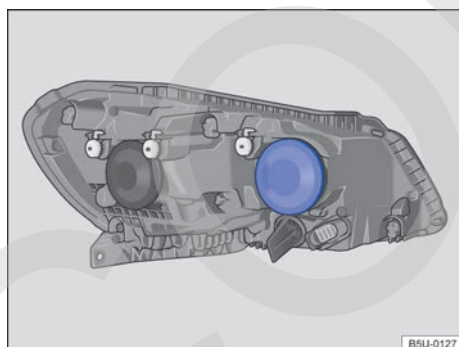

Fig. 187 En el compartimento del motor: ubicación de la lámpara incandescente del farol alto/de largo alcance y luz de posición.
3. Retirar la cubierta de goma en la parte trasera del farol ⇒ fig. 187.